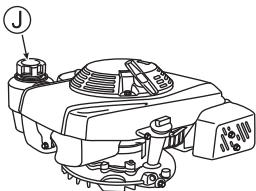

Fig. 9
- 2 Enlevez le bouchon du réservoir à huile (U), et vérifiez que le niveau d'huile se trouve bien entre les limites supérieure et inférieure de l'indicateur de niveau d'huile.
- 4 Refermez bien le bouchon du réservoir à huile (U) après vérification.
- 1 Ouvrez le bouchon du réservoir à carburant (J) et ajoutez le carburant. Essuyez immédiatement avec un chiffon si de l'essence à coulé. (Voir Fig. 9)